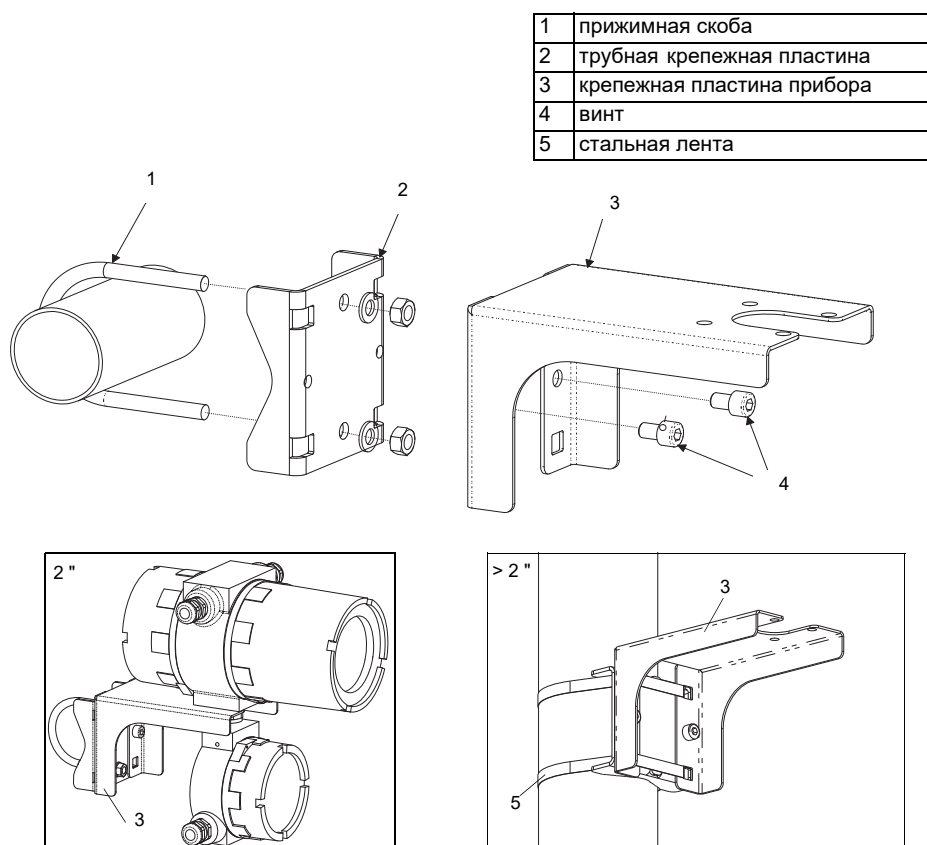

Рис. 6.1: Комплект монтажного крепления к трубе
- Закрепите нижнюю сторону верхнего корпуса к крепежной пластине прибора (3) (смотри Рис. 6.1).
- Прикрепите трубную крепежную пластину (2) к трубе (смотри Рис. 6.1).
- Прикрепите крепежную пластину прибора (3) винтами (4) к трубной крепежной пластине (2).
- Прикрепите нижнюю сторону верхнего корпуса к крепежной пластине для прибора (3).
Монтажное крепление фиксируется на трубе стальными лентами вместо прижимной скобы (смотри Рис. 6.1). Вставьте стальные ленты (5) в отверстия в крепежной пластине прибора (3).